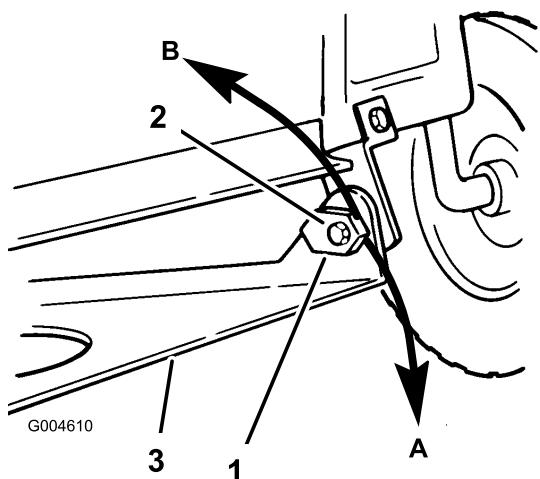

Bild 48
15. Stellen Sie die Neigung in Längsrichtung durch Drehen der Spezialeinstellmuttern für die Neigung an beiden Seiten der Mähwerkbefestigungshalterung ein (Bild 48).
16. Drehen Sie die Einstellungsmutter für die linke Seite langsam runter, um die Vorderseite des Mähwerks anzuheben. Drehen Sie Mutter hoch, um die Vorderseite des Mähwerks abzusenken (Bild 48). Drehen Sie die Einstellmutter für die Neigung soweit, bis die Vorderseite des Mähwerks 6 bis 16 mm tiefer steht als die Rückseite.